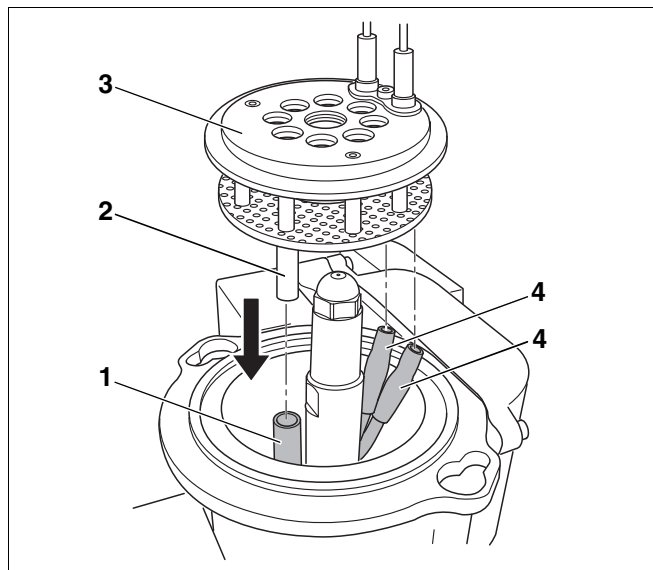

Рис. 30 Установка смесительной системы
- Снова установить смесительную систему (рис. 30, **поз. 3**).
- Подсоединить провода к запальным электродам (рис. 30, **поз. 4**).
- Установить вставную трубу (рис. 30, **поз. 2**) в опорную (рис. 30, **поз. 1**).